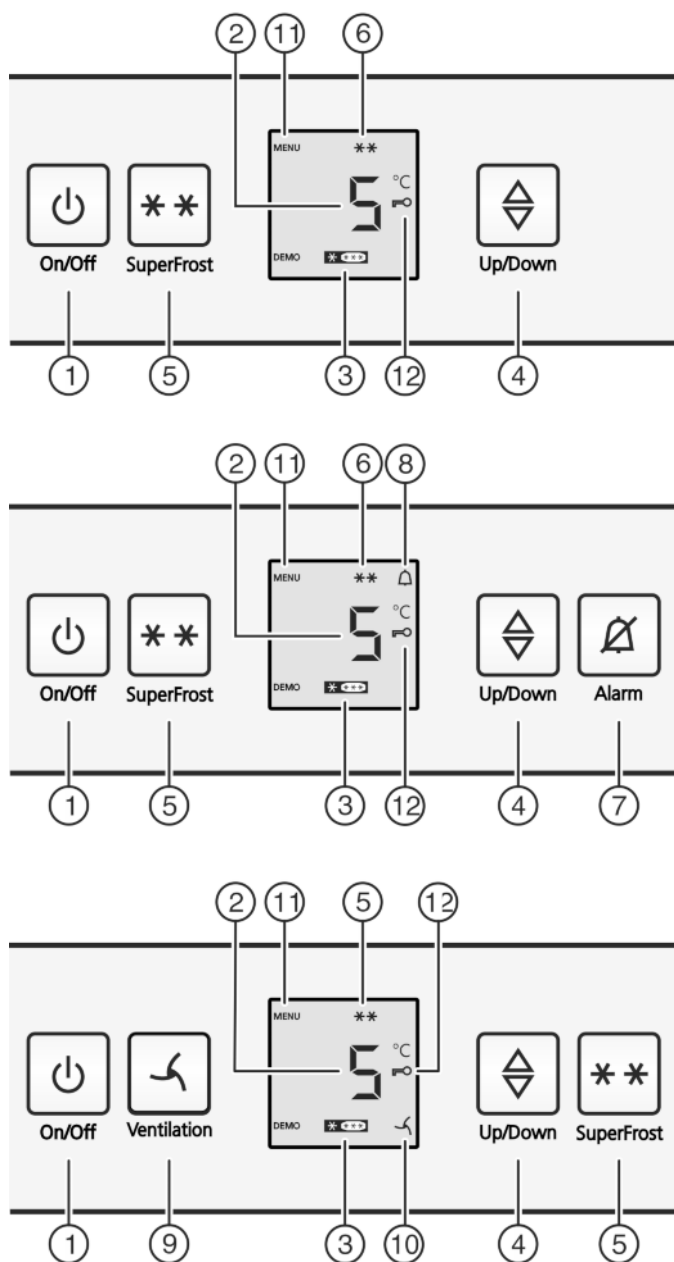

Fig. 2
- ▶ Appuyez sur la touche marche/arrêt Fig. 2 (1).
- ▶ Activer le mode de réglage : appuyer sur la touche SuperFrost Fig. 2 (5) pendant env. 5 secondes.
- ▷ Le symbole Menu Fig. 2 (11) apparaît dans l'affichage.
- ▶ Confirmez en appuyant brièvement sur la touche SuperFrost Fig. 2 (5).
- ▷ Le symbole Sécurité enfants Fig. 2 (12) s'allume dans l'affichage.
- ▶ Appuyer brièvement sur la touche On/Off Fig. 2 (1).
- ▷ Le symbole Sécurité enfants Fig. 2 (12) s'éteint.
- ▶ Appuyer sur la touche Alarme Fig. 2 (7).
L'affichage de la température clignote en même temps que le symbole Alarme Fig. 2 (8).
L'avertisseur sonore s'éteint automatiquement et le symbole Alarme Fig. 2 (8) et l'affichage de température arrêtent de clignoter lorsque la température est de nouveau suffisamment froide.